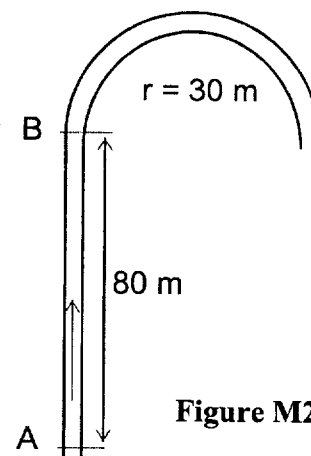

Figure M2
7. La moto arrive en A avec une vitesse de  $140 \text{ km.h}^{-1}$  (figure M2).